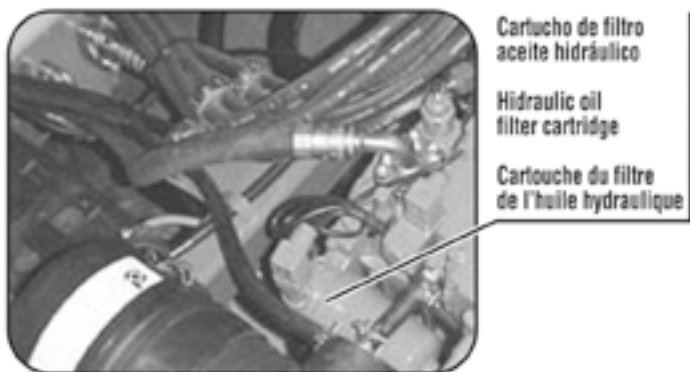

Fig.11
- 5) Replace the hydraulic oil filter cartridge which is fixed at the left lateral side of the hydraulic pump (Fig.11). Release the cartridge, clean the surface of the seat of the support of the cartridge and grease it with clean oil. Put the new cartridge, tightening it strongly with the hand.
- 5) Substituer la cartouche du filtre de l'huile hydraulique. La cartouche est placée dans la partie latérale gauche du pompe hydraulique (Fig.11). lâcher la cartouche nettoyer le bassement du support et lubrifier avec de l'huile propre. Monter la nouvelle cartouche en pressant fortement avec la main.
- 5) Sustituir el cartucho del filtro del motor hidráulico, siguiendo las indicaciones anteriores de este manual (Fig. 11).
- 5) Replace the filter cartridge of the hydraulic engine, following the previous indications of this manual (Fig. 11).